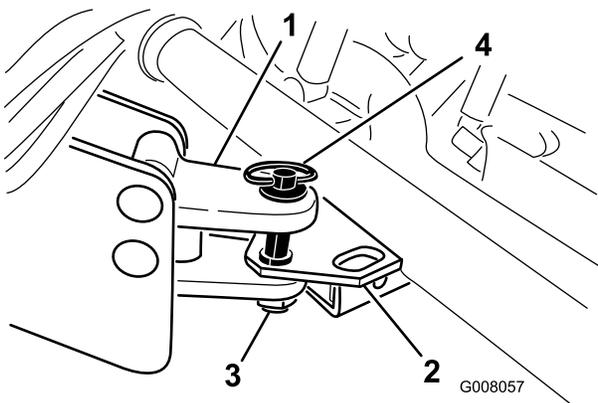

Figura 18
2. Ajuste la lengüeta del enganche del procesador a la misma altura que la del vehículo (Figura 18).
3. Conecte el enganche del procesador al enganche del vehículo con un pasador de enganche y un pasador de seguridad (Figura 18).